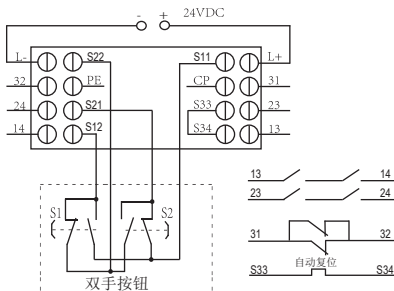
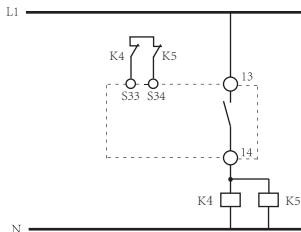

图5 SR4P2A1B24S连接双手按钮
图6 输出触点扩展(单通道自动复位)
◆通过使用扩展模块或使用带有正导向结构输出触点的继电器/接触器，可以增加输出触点的数量见图6。
-双回路：按照图5，将双手按钮的两个按钮分别连接至安全继电器。
外部交流接触器/继电器连接至(EDM监控)即复位回路S33-S34, 见图6。安全触点(13-14/23-24)闭合, 辅助触点(31-32)断开, 状态指示灯“CH1”、“CH2”点亮。如果输入回路是断开的, 安全触点(13-14/23-24)断开, 辅助触点(31-32)闭合, 状态指示灯熄灭。
如图5-图6, 具有自动复位连接双手按钮以及外部继电器/接触器扩展连接的例子。